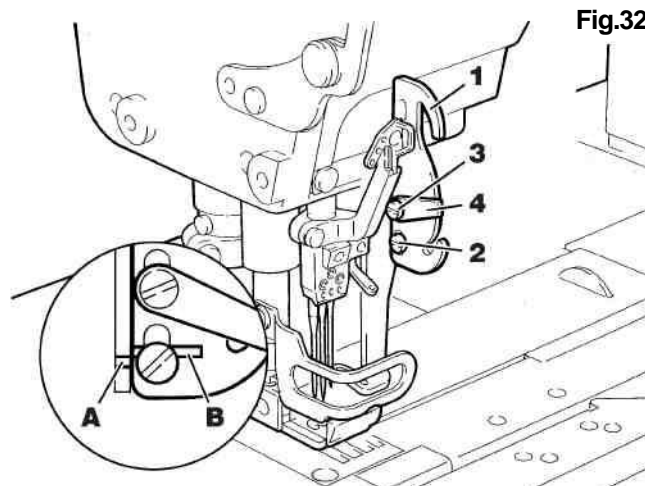

Fig.32
1. Снимите винты 2 и 3. Поверните нитепритягиватель 1 игольной нити верхней стороной вниз (для изменения параметров с плотных стежков на свободные стежки). Проверьте, обращена ли вниз стрелка С, выгравированная на нитепритягивателе игольной нити 1, как показано на Рис. 31. Установите метку А на кронштейне нитепритягивателя игольной нити и метка В на нитепритягивателе игольной нити 1 на место (см. Рис. 32). Затяните винт 2. Установите ограждение игольной нити 4 в стандартное положение в соответствии с типом используемой нити. Временно затяните винт 3.